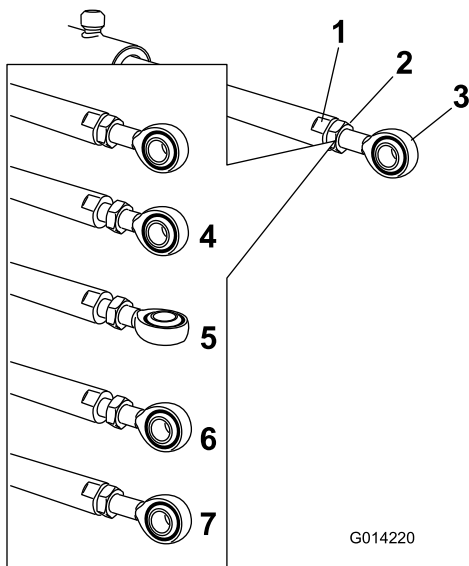

图 104
- 在提升器杆的平整侧用扳手进行固定然后松开锁紧螺母使孔眼杆可以调整 图 104。
- 转动提升器杆上的孔眼杆将延伸的提升器缩短或延长至所需的位置 图 104。